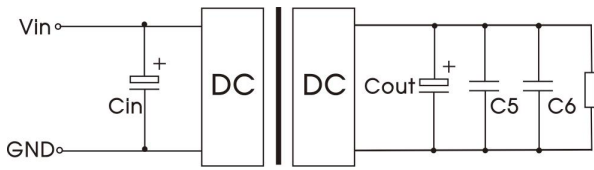

图 2
- ① 所有该系列的 DC/DC 转换器在出厂前，都是按照（图 2）推荐的测试电路进行测试。
- ② 若要求进一步减少输入输出纹波，可将输入输出外接电容 Cin、Cout 加大或选用串联等效阻抗值小的电容，但容值不能大于该产品的最大容性负载。